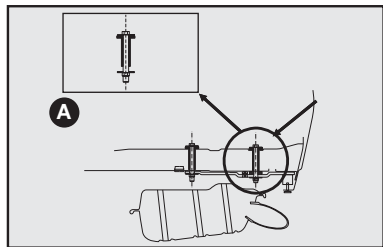
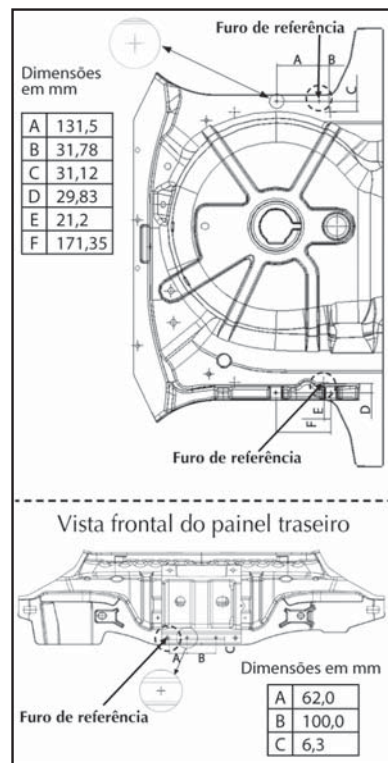

fig. 12
fig. 13
- Efetuar no veículo a furação com  $\varnothing$  (diâmetro) 11 mm traspassando o assaolho posterior (ver detalhe **A-fig. 12**) e a longarina nas marcas esquemáticas indicadas na **fig. 13**.